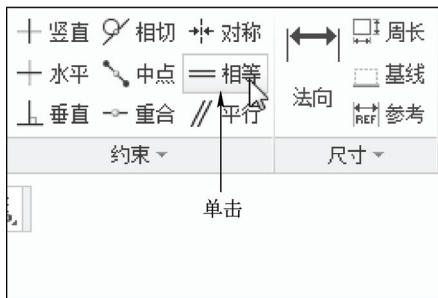

图 4-62 单击“相等”按钮
STEP 02 在功能区选项板的“草绘”选项卡中，单击“约束”面板中的“相等”按钮，如图 4-62 所示。